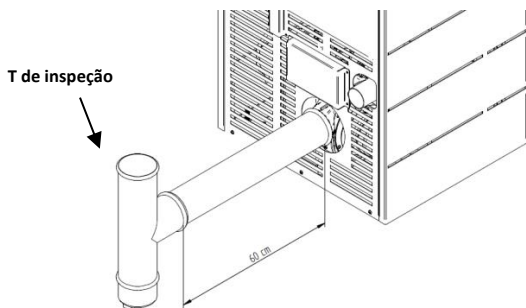

Figura 10 - Exemplo de instalação de uma inspeção T
- Como indicado na Figura 10, a conduta de escape deve ser construída de modo a que a limpeza e a manutenção sejam asseguradas pela colocação de pontos de inspeção (T).